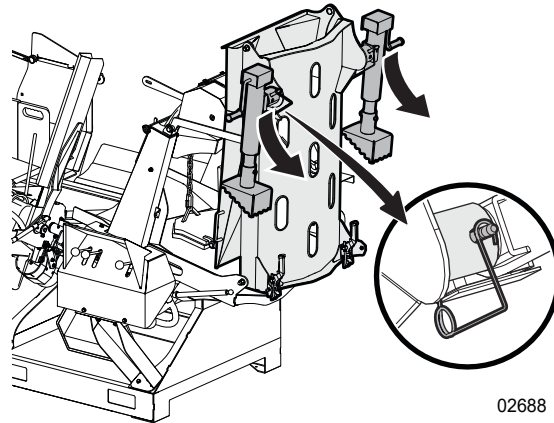

Figure 12—Déployez les crics de support
1. Déployez les crics de support. Consultez *Figure 12*.